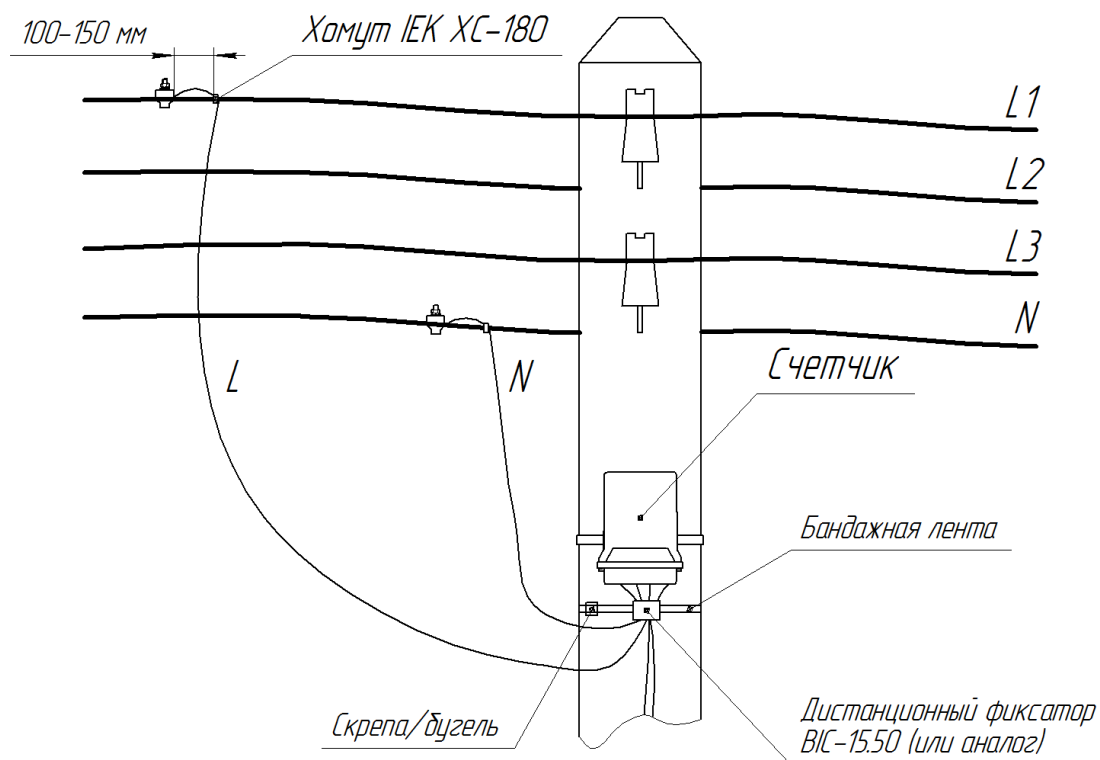

Рисунок 3 – подключение счетчика с использованием прокалывающих зажимов
4.6 **Предусмотреть запас проводов СИП (вход/выход на счетчике) длиной (100 – 150) мм для дальнейшего обслуживания счетчика (протяжка винтов и т.д.). Обязательно зафиксировать провода СИП атмосферостойким хомутом перед счетчиком вдоль опоры ВЛ-0,4 кВ (рисунок 3).**
4.7 Провода СИП подключить к линии ВЛ-0,4 кВ с помощью прокалывающих зажимов (проколов). **Скрутка проводов строго запрещена! Обязательно место контакта зачистить от пыли, пленок, окислов и смазать токопроводящей кварце-вазелиновой пастой (например, ПКВ). Обязательно зафиксировать провод СИП атмосферостойким хомутом, например, IEK ХС-180 (УНН21-D6-180-100), перед зажимом вдоль линии ВЛ-0,4 кВ (рисунок 3).**